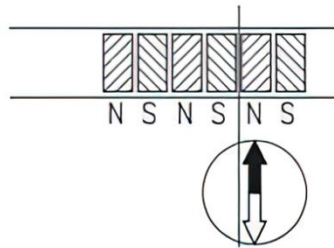

图 5-1：极位的确定，切割磁条
- 3: 如果有必要，使用罗盘针确定磁条上磁极的位置(见图 5-1)；